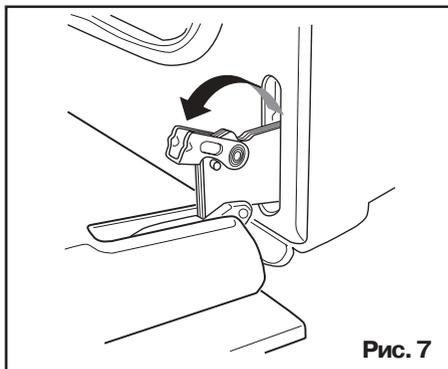

Рис. 7
- 7) разблокируйте и поверните маленькие рычажки, расположенные в обеих петлях (Рис. 7);